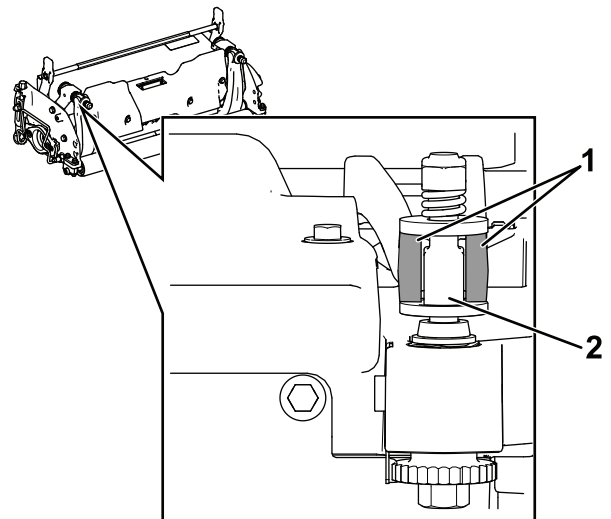

Figure 26
1. Montez l'ensemble barre d'appui/contre-lame en positionnant les languettes de montage entre les rondelles et la vis de réglage de la barre d'appui (Figure 26).
Important: Centrez les dispositifs de réglage DPA dans les languettes de la barre d'appui, comme montré à la Figure 26.